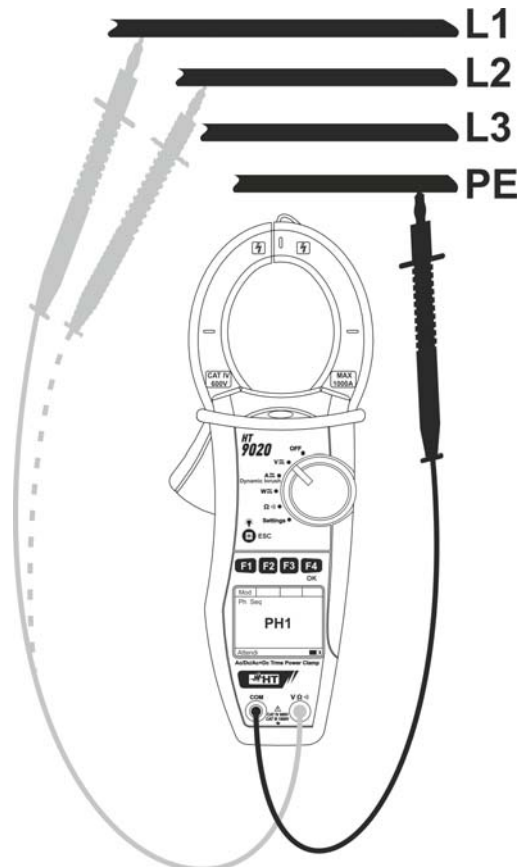

Fig. 7: Verifica del senso ciclico delle fasi
4. Inserire il cavo rosso nel terminale di ingresso **VΩ** e il cavo nero nel terminale di ingresso **COM** e posizionare i puntali rispettivamente sulla fase L1 e sul riferimento di terra (PE) del circuito in esame (vedere Fig. 7)
7. Lo strumento mostra il messaggio "**PH2**" e attende il rilevamento della fase L2. Collegare il puntale rosso alla fase L2 (vedere Fig. 7)